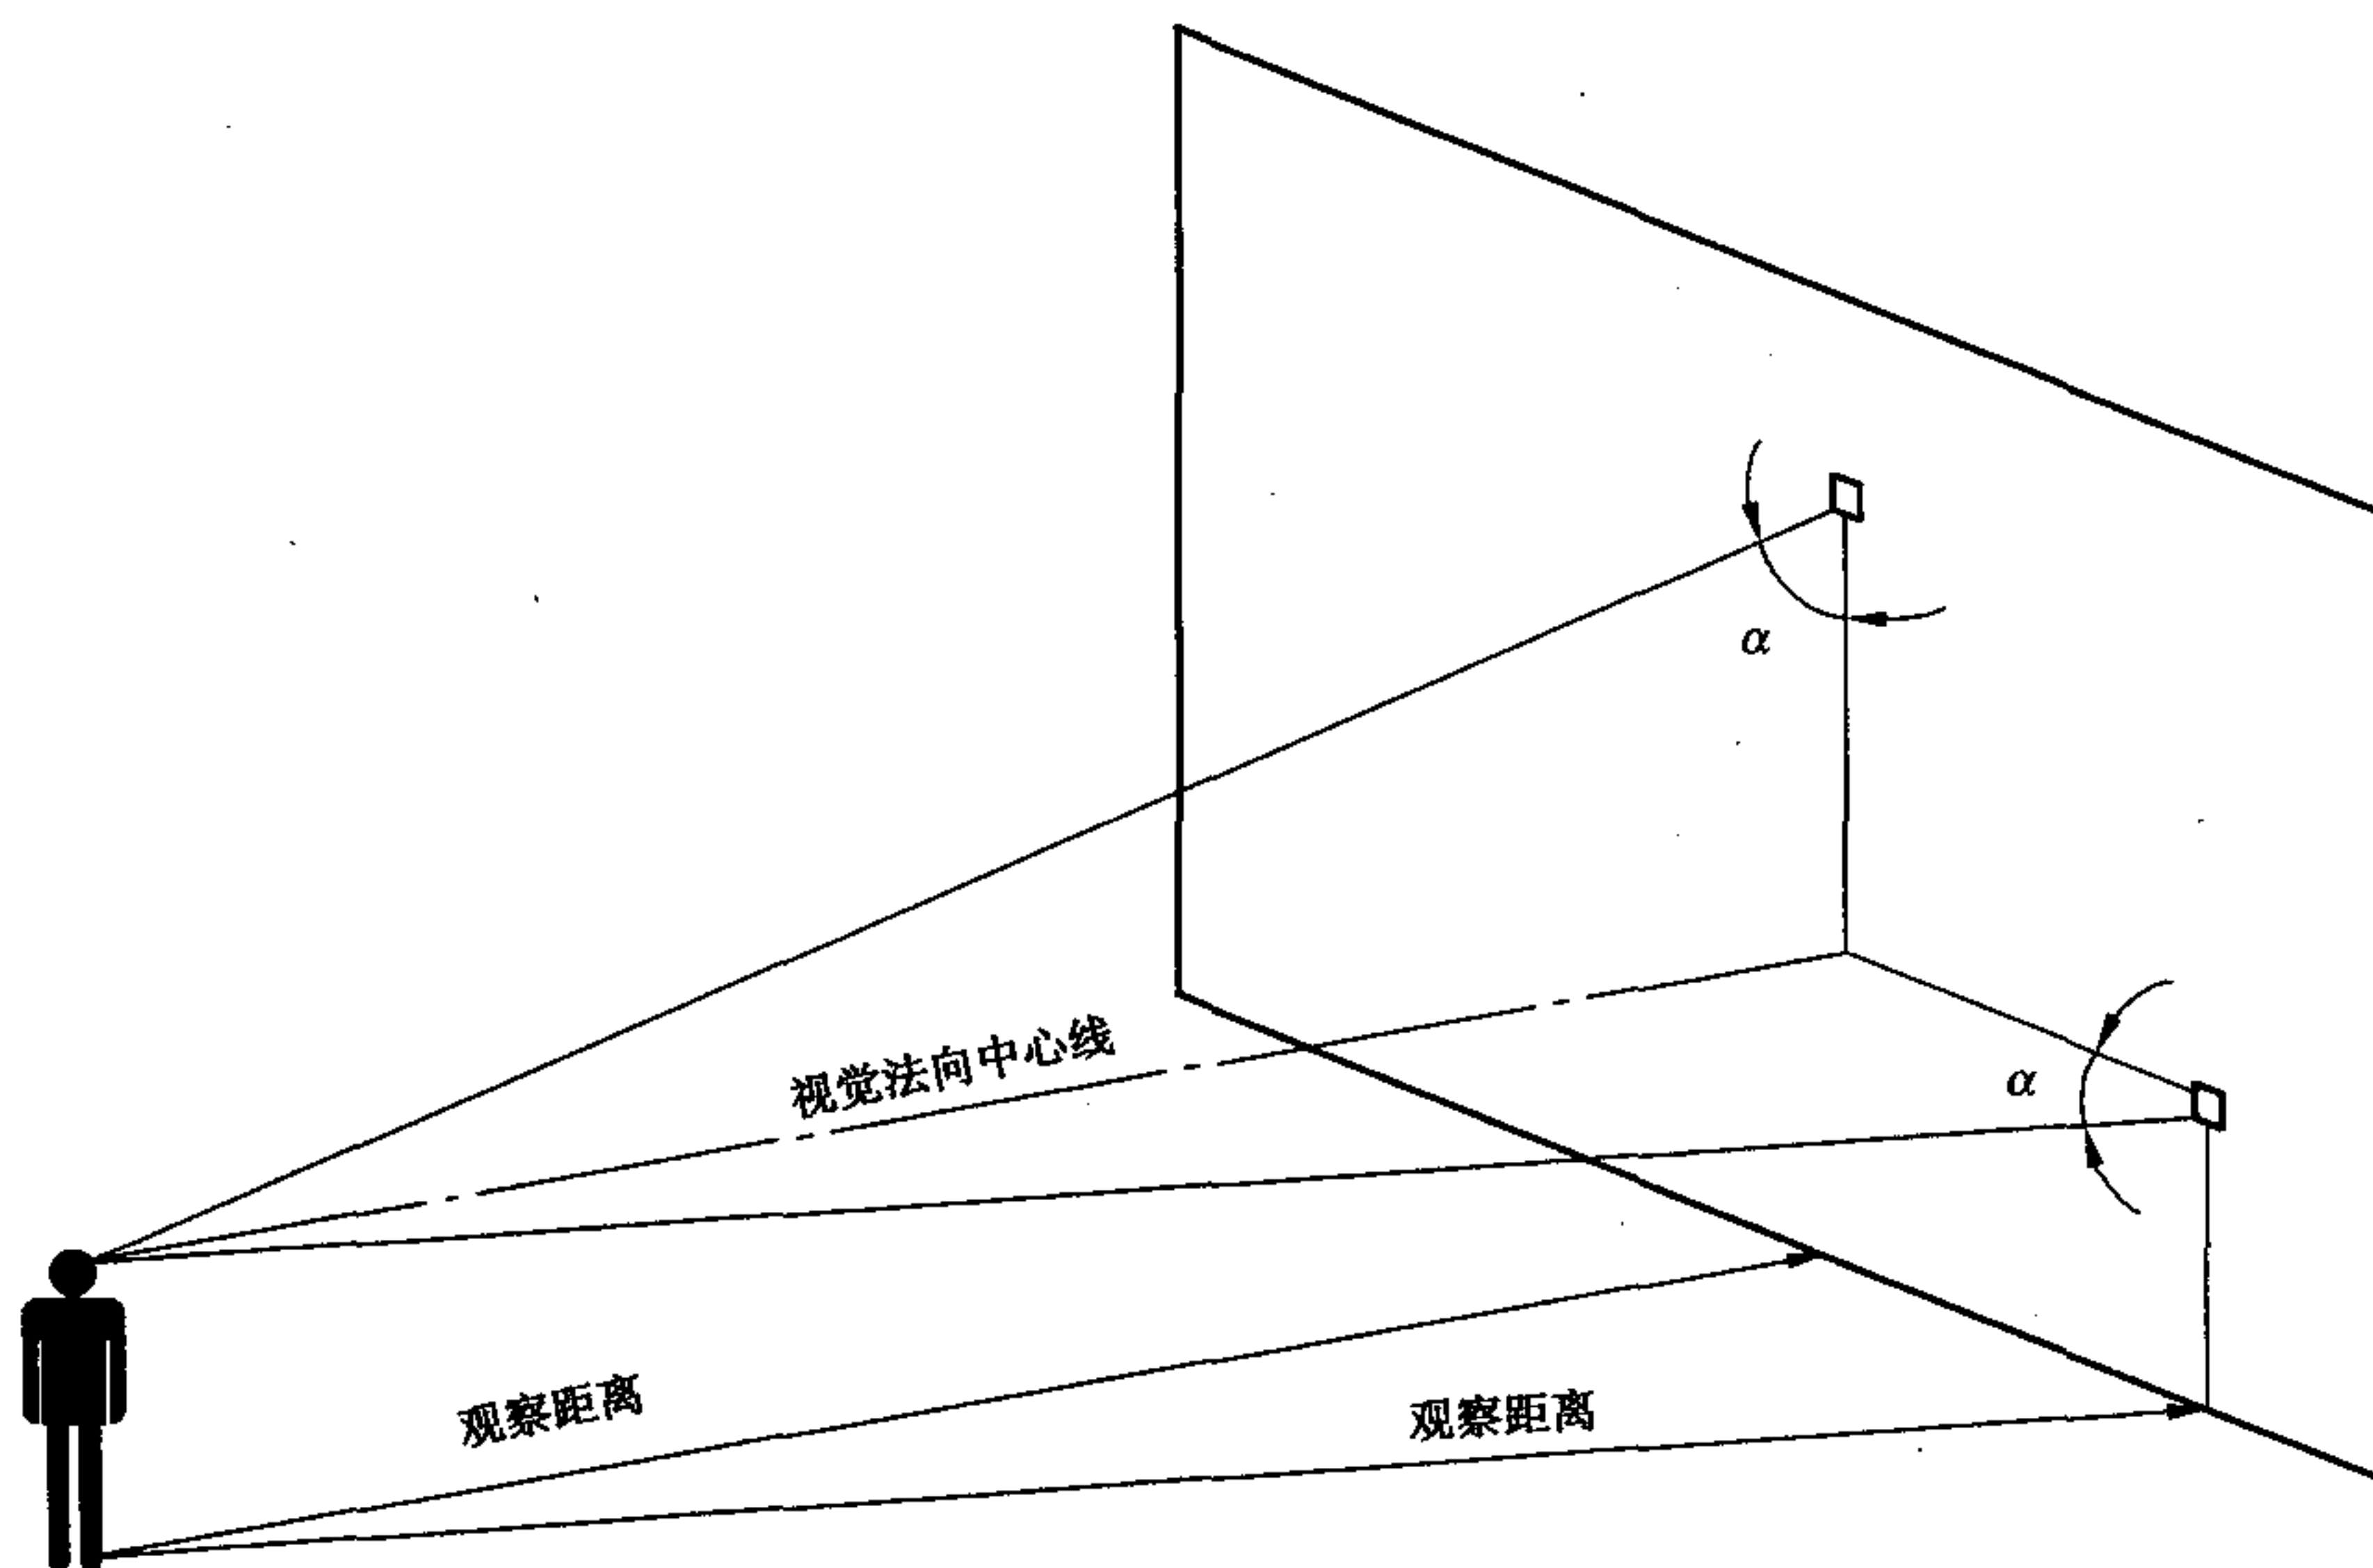

图 8 标志牌平面与视线夹角 α 不低于 75°
9.3 标志牌的平面与视线夹角应接近 90° ,观察者位于最大观察距离时,最小夹角不低于 75° ,如图 8。